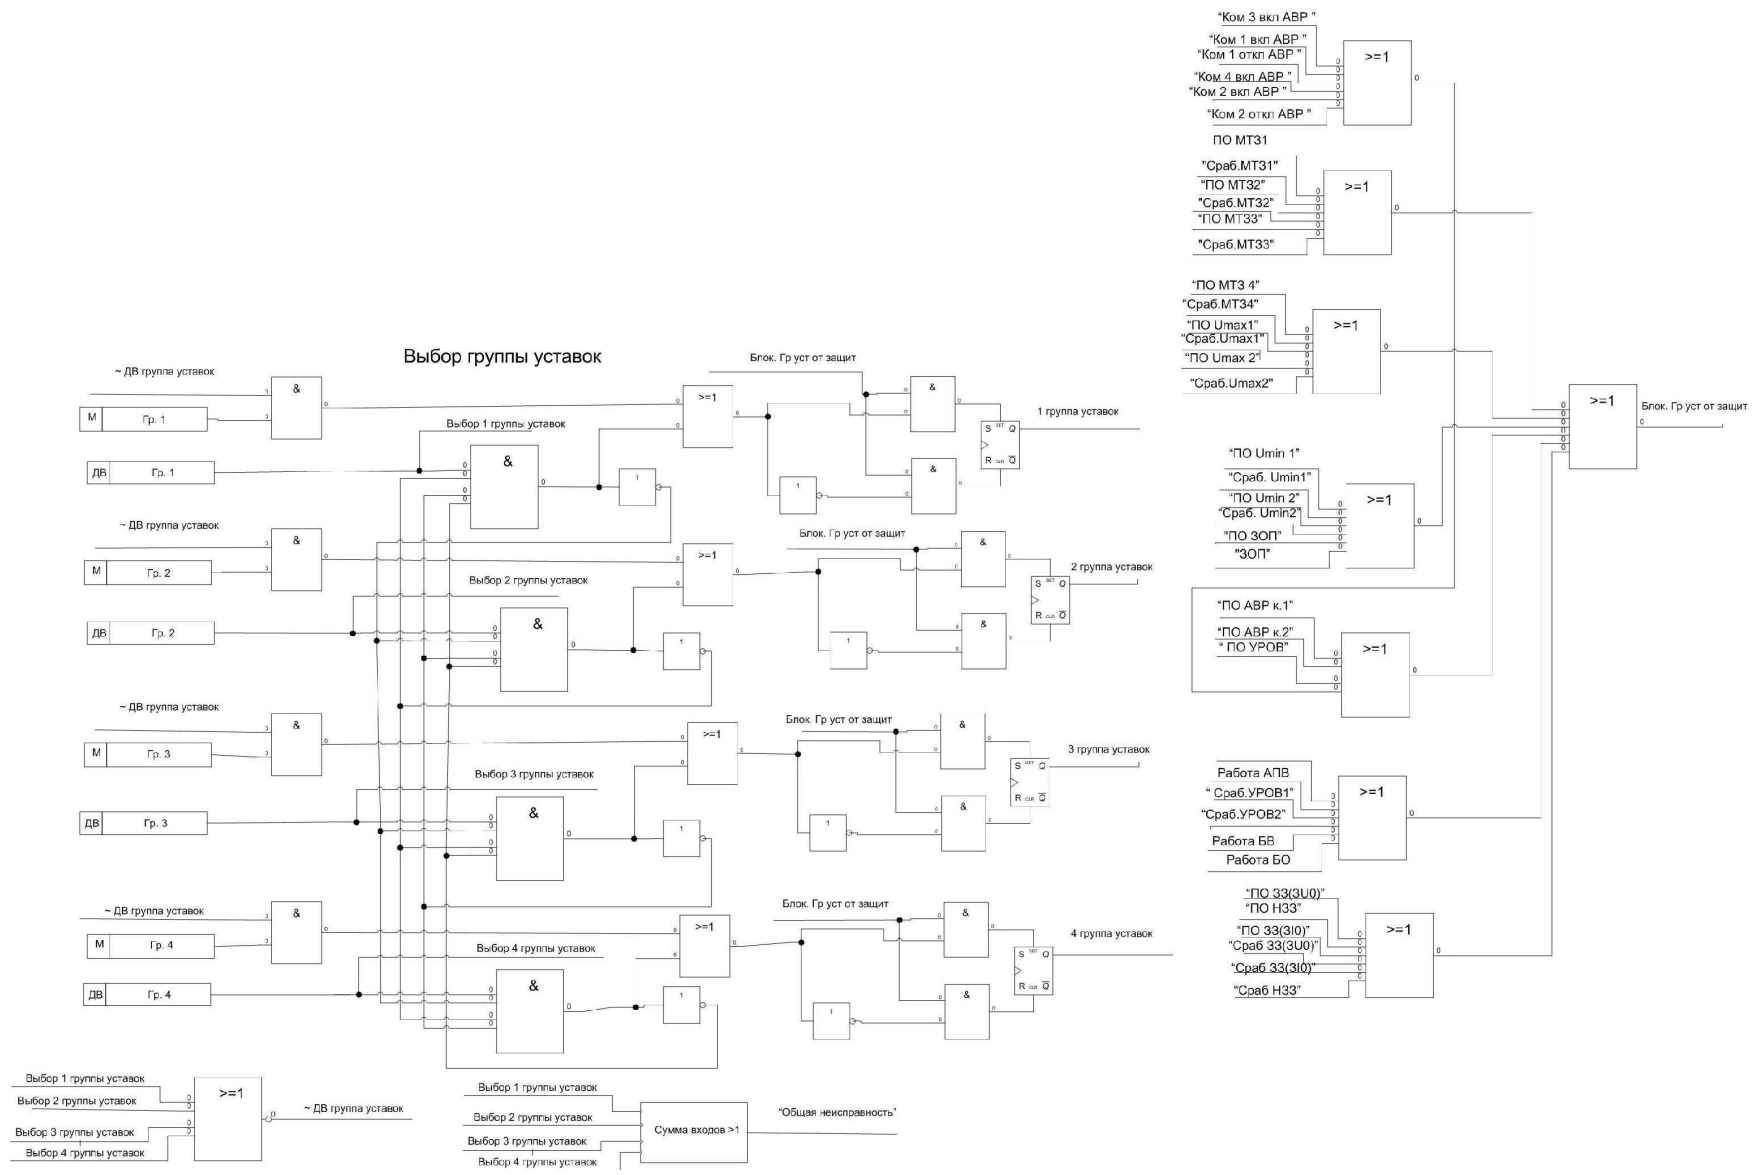

Рис. 1.4.1 Функциональная схема выбора группы уставок
1.4.1.1 Устройство имеет четыре группы уставок. Функциональная схема выбора группы уставок показана на рис. 1.4.1.